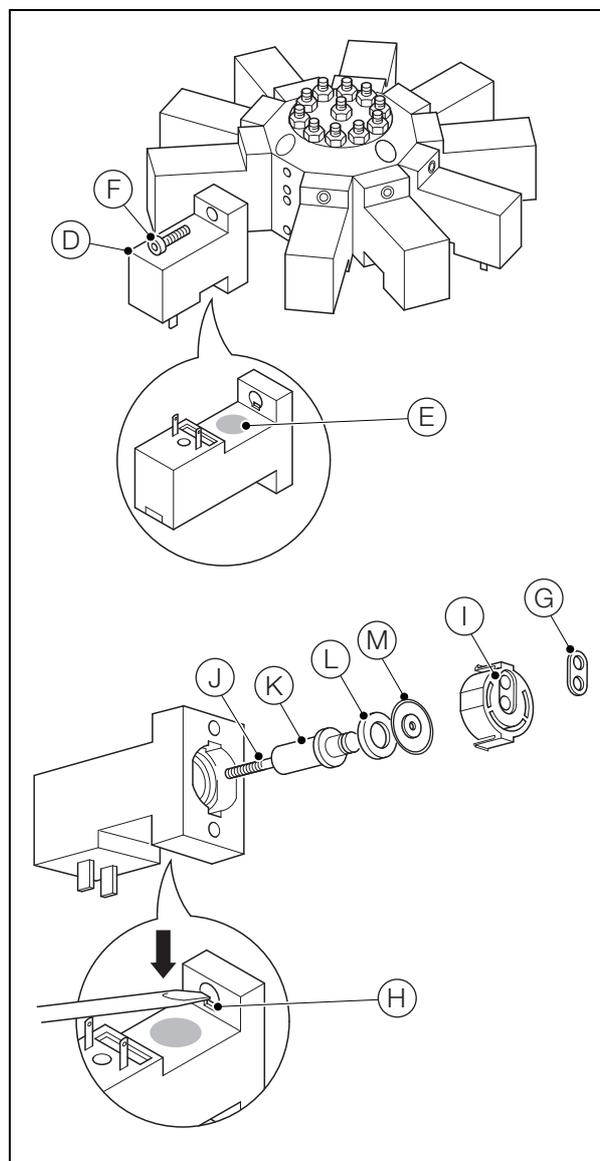

Fig. 13.2 Rimozione della valvola di scarico
5. Con riferimento alla Fig. 13.2:
- a. Individuare la valvola di scarico (D), identificata da un'etichetta di colore arancione (E) situata nella parte posteriore della valvola.
- b. Togliere le 2 viti M3 (F) che fissano la valvola al collettore, quindi rimuovere la valvola. Gettare via la guarnizione della valvola (G).
- c. Utilizzando un cacciavite piccolo, abbassare i fermagli (H) e rimuovere l'alloggiamento della membrana (I).
- d. Capovolgere la valvola e, facendo attenzione a non perdere la molla (J), togliere il fermo della membrana (K), inclusa la rondella (L), la membrana (M) e la molla (J).
- e. Rimuovere la membrana (M) dal relativo fermo (K) e gettarla via.
- f. Inserire la nuova membrana Kalrez, in modo che la rondella (L) rimanga in posizione sotto alla membrana.
- g. Assicurarsi che la molla (J) sia correttamente posizionata nel foro del fermo della membrana (K), quindi inserire il fermo della membrana con la relativa rondella (L) e la membrana (M) nella valvola e verificare che la molla rimanga nella posizione corretta.
- h. Premere l'alloggiamento della membrana (I) nel corpo della valvola fino a bloccare i fermagli (H).